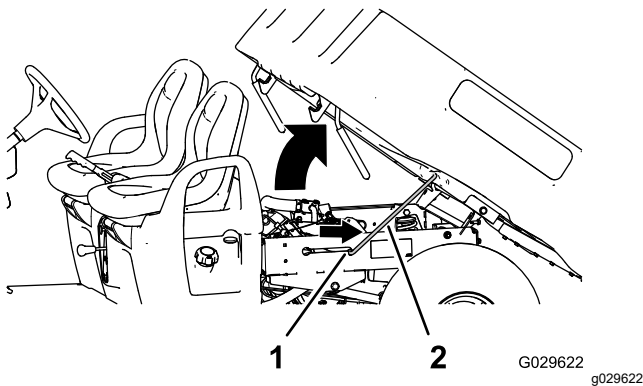

Bild 13
2. Ziehen Sie die Stützstange in die Arretierung, um die Ladepritsche zu befestigen (Bild 13).
2. Schieben Sie die Stützstange aus dem Arretierungsschlitz heraus (Bild 13).
3. Senken Sie die Ladepritsche ab, bis sie einrastet (Bild 13).